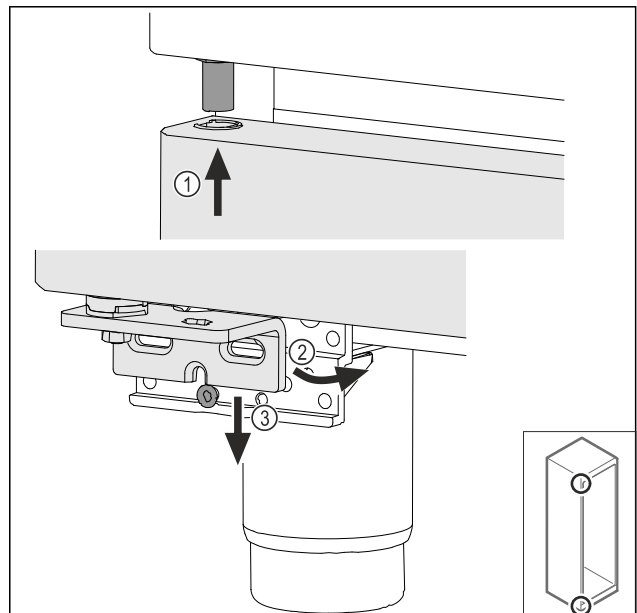

Fig. 37
- ▶ Tür leicht gekippt oben einfädeln Fig. 37 (1), Tür gerade ausrichten Fig. 37 (2) und unten auf die Lagerbockschraube Fig. 37 (3) aufsetzen.